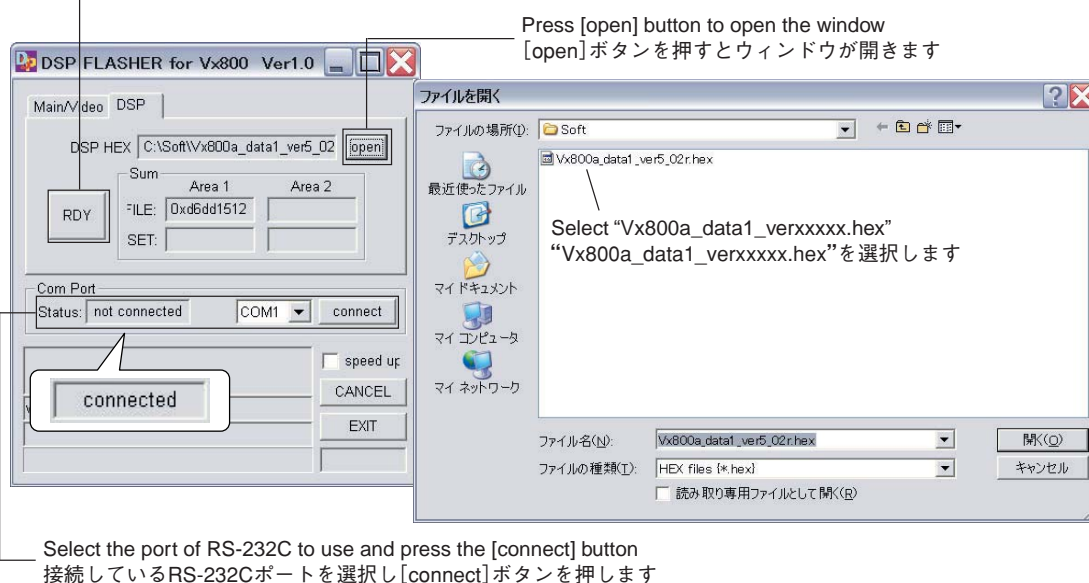

Fig. 12
3. Select the RS232C port (COMx) being set on the PC side and press the [connect] button, and <connected> appears as [Com Port Status]. (Fig. 12)
4. Press the [open] button and select "Vx800a_data 1_verxxxxx.hex". (Fig. 12)
3. PC側で設定されているRS232Cポート (COMx) を選択し[connect]ボタンを押します。(Fig. 12) すると「Com Port Status」に<connected>が表示されます。
4. [open]ボタンを押し、“Vx800a_data1_verxxxxx.hex”を選択します。(Fig. 12)
5. Press the [RDY] button. (Fig. 12)
5. [RDY] ボタンを押します。(Fig. 12)